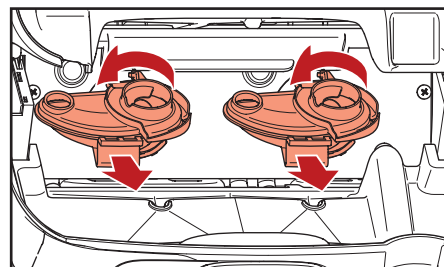

Abb. 5.10 -Mischkammern entnehmen
- b. Drehen Sie die Mischkammern gegen den Uhrzeigersinn, um sie zu lösen, und entnehmen Sie sie (Abb. 5.10).